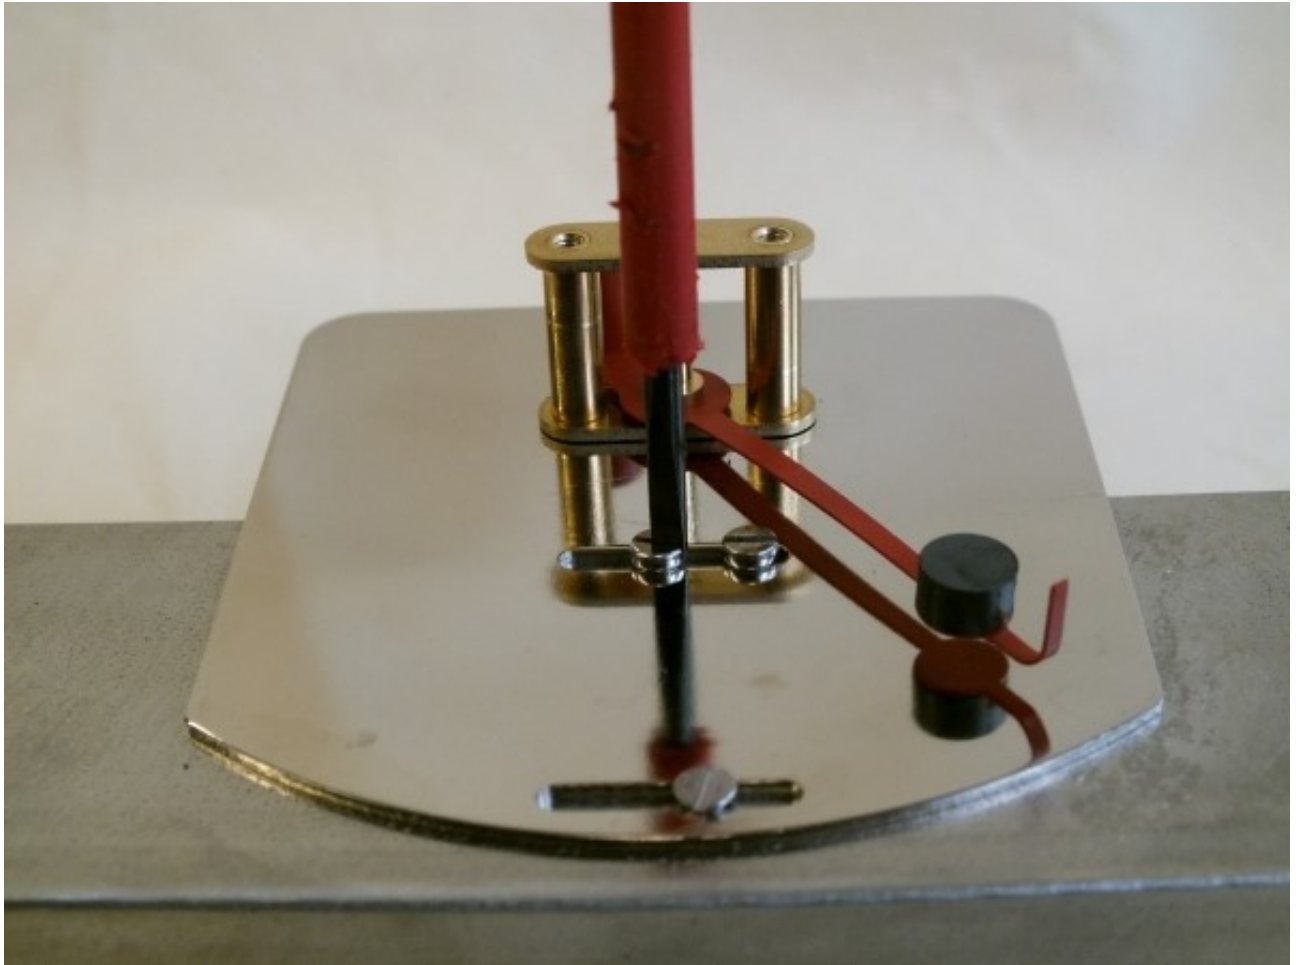

Abb. 46: Bodenplatte lösen
5. ➔ Befestigungsschrauben der Anzeige-Bodenplatte lösen (*Abb. 46*) und mit der Anzeige-Bodenplatte abnehmen.